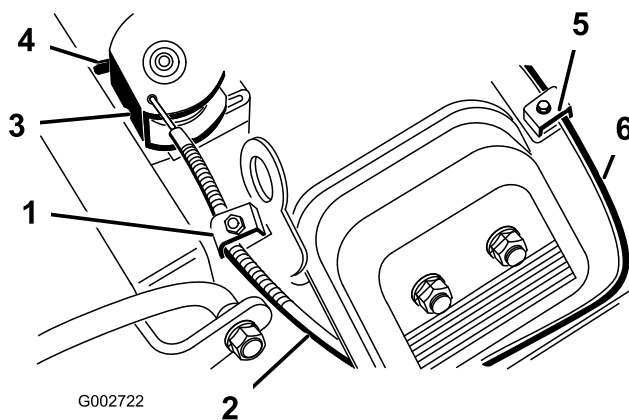

Bild 36
2. Lockern Sie die Klemmschraube des Bowdenzugs, mit der dieser am Motor befestigt ist (Bild 36).
4. Ziehen Sie fest am Bowdenzug, bis die Rückseite der Schwenkplatte den Anschlag berührt (Bild 36).
4. Ziehen Sie fest am Chokezug (Bild 36), bis die Choke-Drosselklappe ganz geschlossen ist; ziehen Sie dann die Klemmschraube des Chokezugs fest.